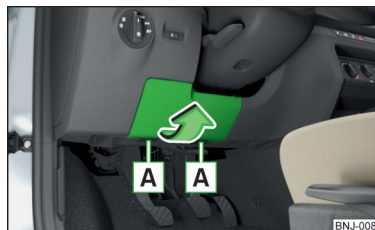

Fig. 281
- Îndepărtați capacul panoului de siguranțe în sensul săgeții » fig. 281.